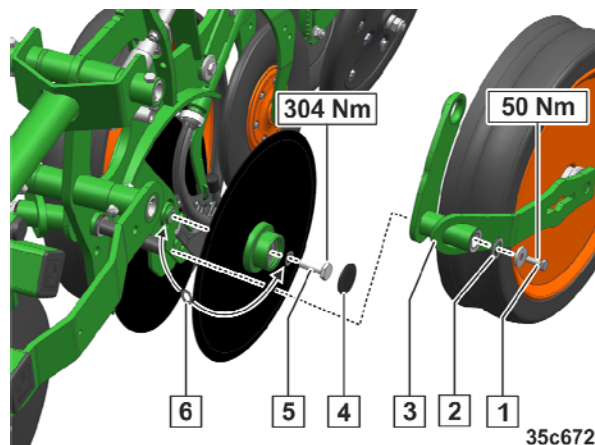

Рис. 312
1. Ослабьте и извлеките винт (Рис. 312/1).
2. Демонтируйте держатель опорного катка (Рис. 312/3) с опорным катком.
3. Обратите внимание на количество распорных шайб (Рис. 312/2).
4. Снимите пылезащитные колпачки (Рис. 312/4).
5. Отвинтите и извлеките центральные винты (Рис. 312/5).
- При необходимости добавьте или уберите распорные шайбы (Рис. 312/6).